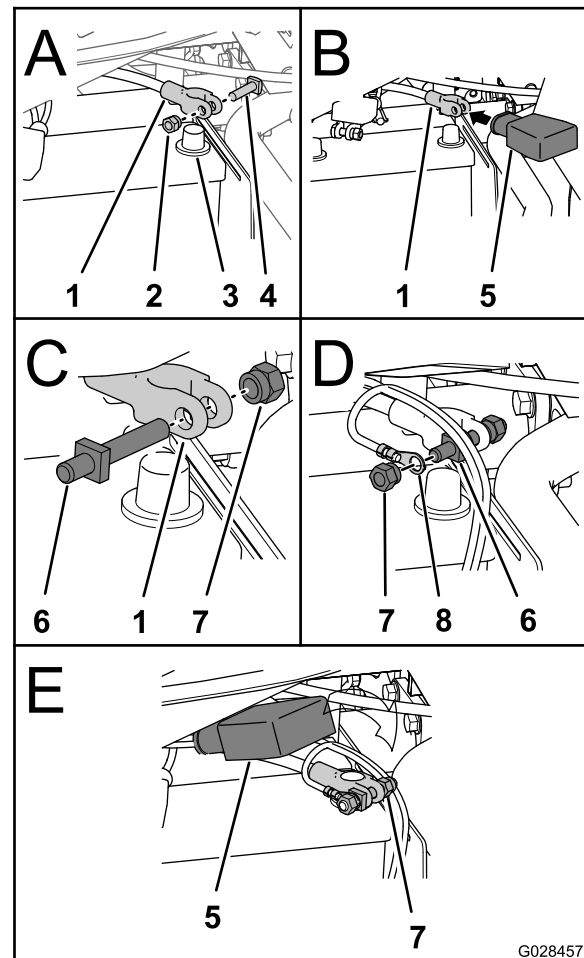

Figura 25
1. Rimuovete il dado esistente e il bullone a T dal morsetto positivo della batteria (A della Figura 25).
2. Infilate il cappuccio rosso del morsetto della batteria sul cavo positivo della batteria (B della Figura 25).
3. Installate il nuovo bullone del morsetto della batteria e un dado del serrafilo sul terminale del cavo positivo della batteria (C della Figura 25).
4. Installate il morsetto del cavo della batteria dal cablaggio preassemblato dell'irroratrice sul bullone del morsetto della batteria e fissate il morsetto con 1 dado del serrafilo (D della Figura 25).
6. Collegate il morsetto negativo della batteria al polo negativo della batteria (E della Figura 25) e serrate il dado del serrafilo a una coppia di 1978–2542 N·cm.